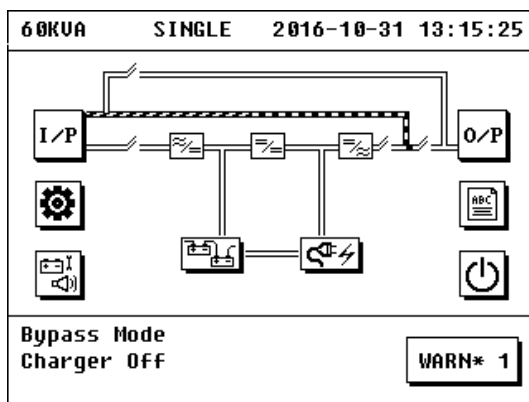

Figura 3.15 Interfaz principal en modo bypass
- 3) Cierre el disyuntor de entrada, el disyuntor de batería y el disyuntor de salida, y el bypass comenzará a salir normalmente. Su diagrama de flujo de energía se muestra en la figura 3.15.